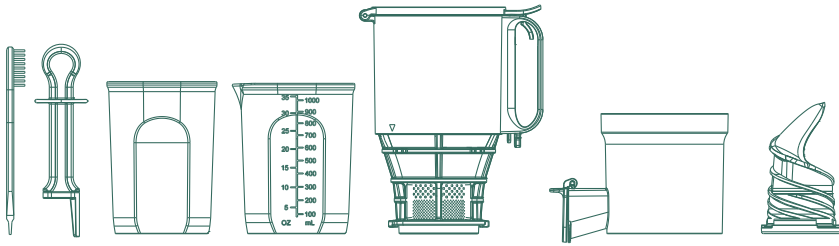

Abb. 14
2. Waschen Sie die demontagten Teile (Abb. 14) mit Wasser. Wenn das Sieb mit Fruchtfleisch verstopft ist, verwenden Sie bitte die mitgelieferte Bürste, um es zu entfernen.